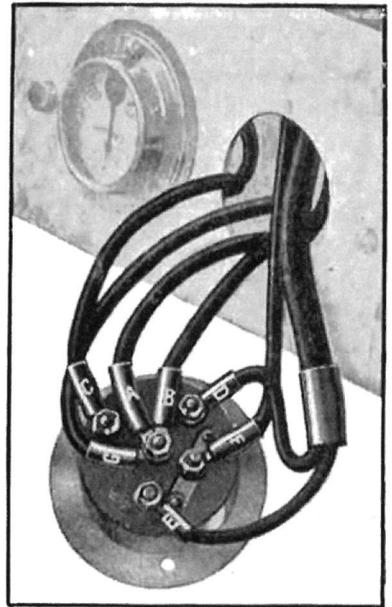

Fig. 374. — Branchement du commutateur d'éclairage.
- 3—Débrancher du commutateur les deux extrémités (*d* et *e*, fig. 374) du câble à remplacer en les repérant, d'après leurs couleurs, sur les bornes du commutateur.